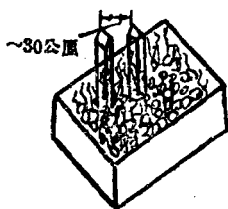

图 4
5. 緩慢均匀冷却 当加压后,焊药已凝固的即可放入木箱內緩慢冷却,如图4所示刀具插入箱內其互相間隔为30公厘距离